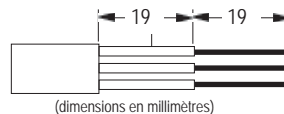

Fig. 1
- Dénuder le cordon de sa gaine et les conducteurs de leur isolant selon la Fig. 1.